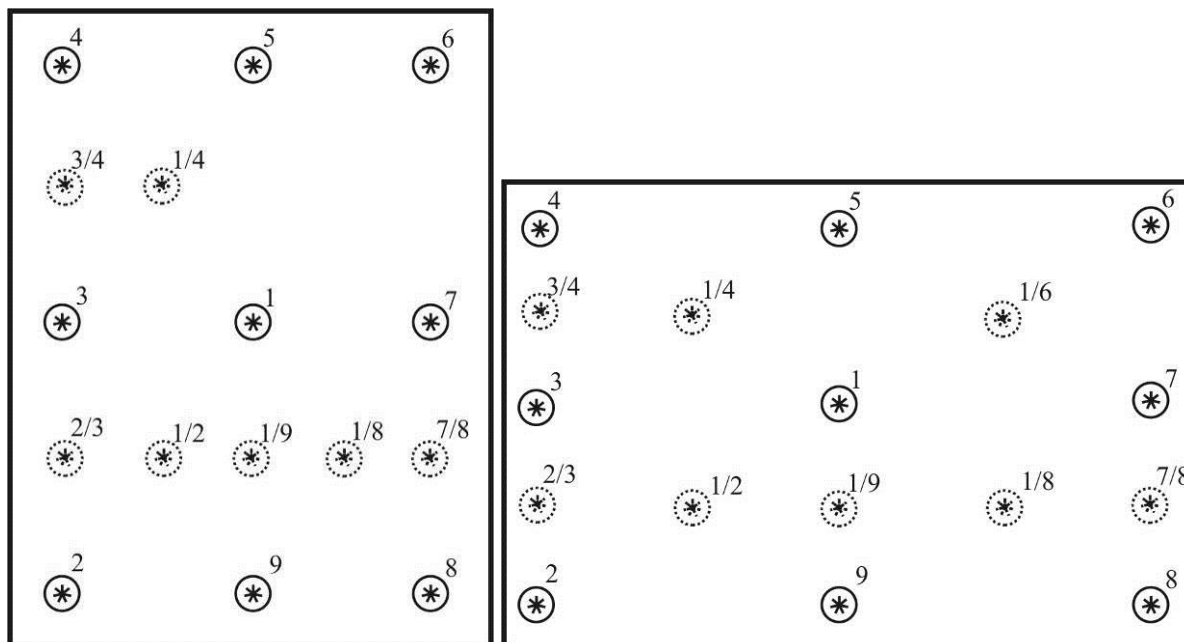

Рисунок 26 - Рекомендуемое распределение контрольных точек на стекле и их типовая нумерация
3.2.1 Общие рекомендации по выбору контрольных точек (К.Т.) на остеклении окон приведены на рисунке ниже (Рисунок 26).
3.2.2 В соответствии со схемой, приведённой на рисунке (Рисунок 26), первое изменение и расчёт параметра защищённости выполняется в контрольной точке 1. Далее выполняются измерения в К.Т. по порядку возрастания номеров, не исключая тех, которые размещаются в непосредственной близости от излучателей. Регулировка октавных и общего уровней выполняется для вибровозбудителей, находящихся ближе к К.Т.